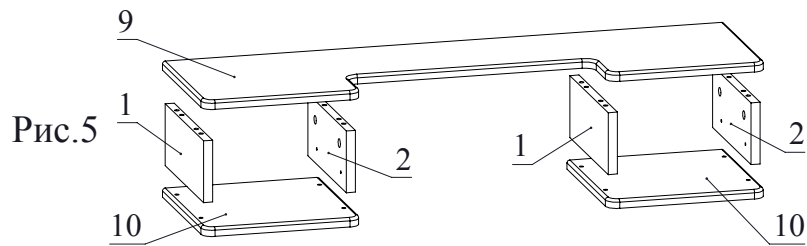

Рис.5
4. Соединить при помощи конфирматов детали 1, 2 с деталями 10 (Рис. 5).
5. Установить деталь 9 на детали 1, 2 и зафиксировать, повернув конфирматным ключом головки минификсов по часовой стрелке до упора (Рис. 5).